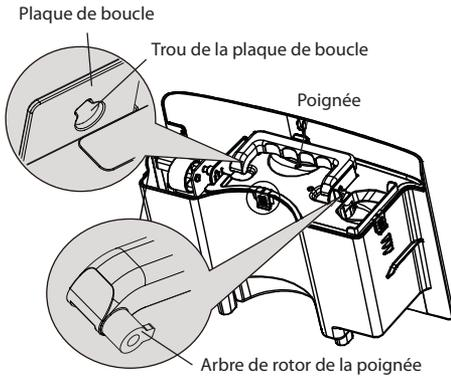

Figure 1b
1. Diriger l'arbre de rotor de la poignée sur le trou de la plaque de boucle. Tirez la plaque de boucle du côté de la poignée en suivant la direction indiquée par la flèche. Retirez la poignée (tel qu'illustré à la Figure 1b).